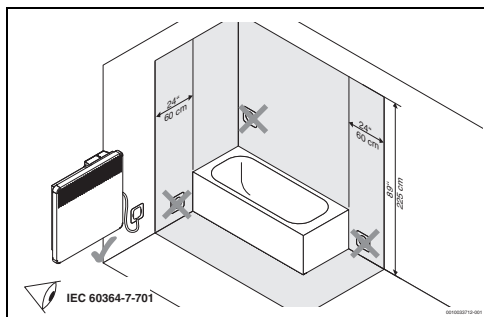

Fig. 3
Il convettore deve essere installato o montato esclusivamente al di fuori della zona di sicurezza (secondo CEI 64-8 e s.m.i. e IEC 60364-7-701; rappresentata in grigio → fig. 3, pag. 77). A tale riguardo:
- Installare o montare il convettore soltanto al di fuori della zona di sicurezza (secondo CEI 64-8 e s.m.i. e IEC 60364-7-701; rappresentata in grigio → fig. 3, pag. 77).